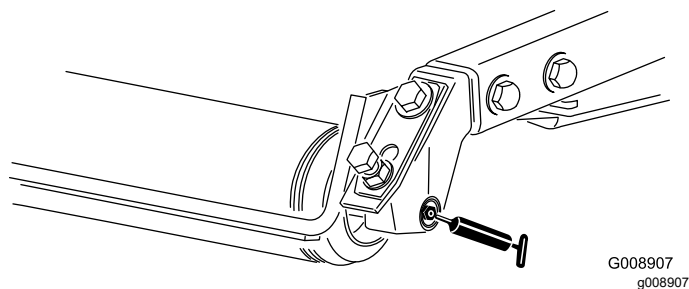

Figura 73
- Cojinetes de los rodillos traseros (2 por unidad de corte) – Figura 73